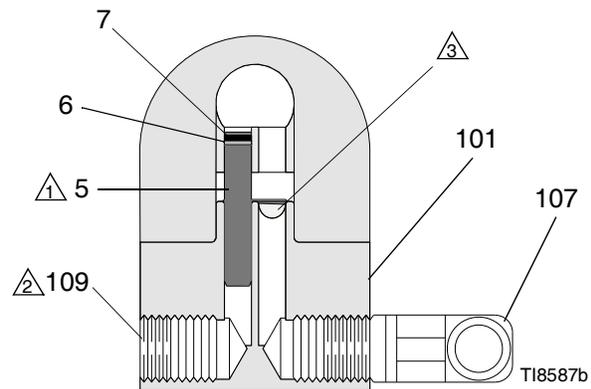

Fig. 1: Configuration sans circulation illustrée (vue en coupe)
1. Voir la FIG. 1. Enduisez les filetages et surfaces de contact du collecteur (101), le bouchon (109) et le coude (107), fournis non montés, de lubrifiant antigrippant 222955.
2. Montez un coude (107) sur un orifice de fluide du collecteur (101) et un bouchon (109) sur l'autre.
3. Placez le bouchon intérieur (5) dans l'orifice de fluide du pistolet, du même côté que le bouchon du collecteur.
4. Branchez le flexible d'alimentation en fluide sur le coude du collecteur (107).
5. Montez le pistolet sur le collecteur à l'aide des quatre vis (17). Commencez à visser les quatre vis, serrez d'abord les deux vis avant puis les deux vis arrière au couple de 65 in-lb (7,3 N•m).
- ⚠ 2 Remplacez par un mamelon réducteur (107) sur les systèmes à circulation.